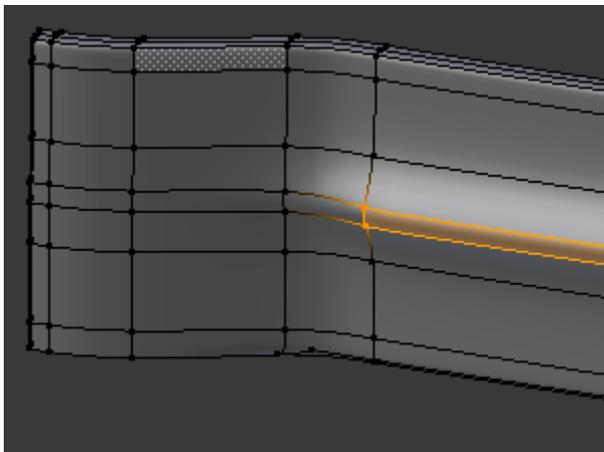

Figura 4.161
12. Seleccione as faces centrais e desloque-as, [G], ligeiramente em xx de modo a formar a saliência, figura 4.161.